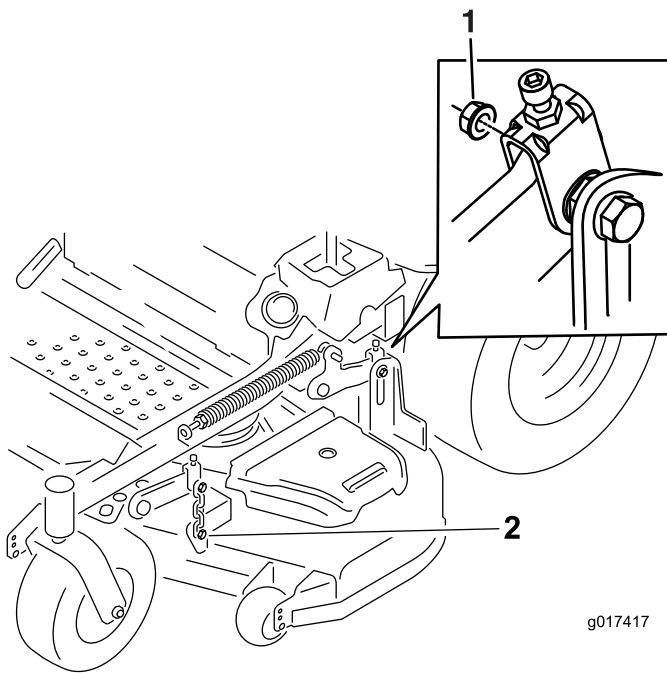

Figura 84
7. Retire y guarde los herrajes de ambos lados de la carcasa (Figura 84).